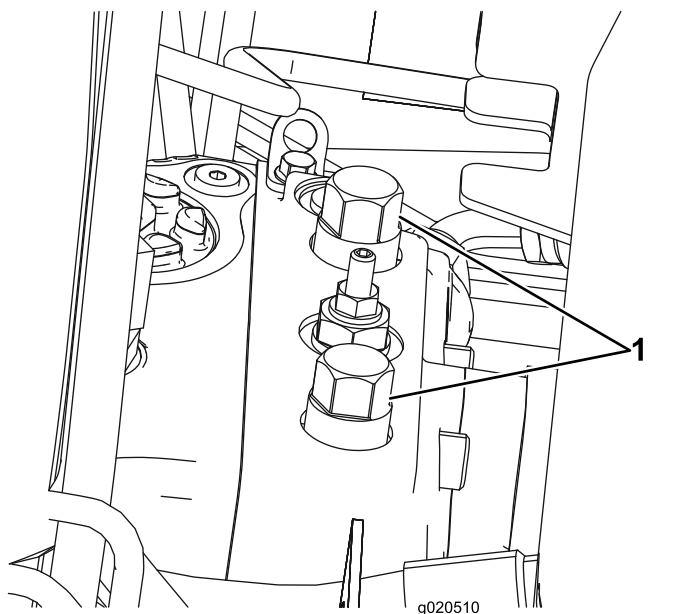

図 20
1. フードを開け、バッテリーボックスの後ろにあるポンプの上面についているバイパスバルブを探し出す 図 20。